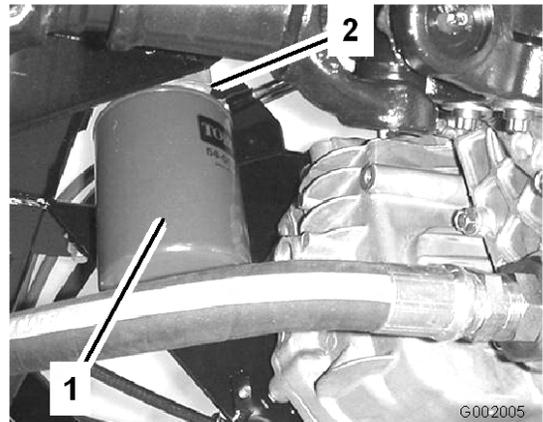

Figura 65
4. Togliete il filtro (Figura 65).